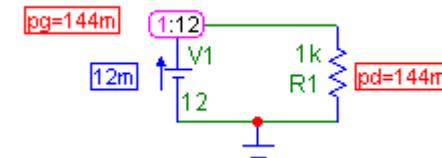
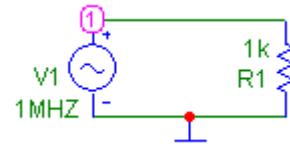

Рис. 2.1
Рис. 2.3
2.4.4. В MicroCAP постройте на экране простейшую модель, показанную на рис. 2.1 с источником постоянного напряжения 12 В и сопротивлением 1 кОм. Выберите режим «Расчет по постоянному току», выведите результаты моделирования напряжения, тока и мощности. Проведите расчет этих величин на основе закона Ома, сравните результаты.
2.4.6. Установите в цепи рис. 2.1 напряжение источника V1 равным  $\sqrt{G \cdot N}$  В и сопротивление R1=100·(1,2+sin(N+G)) Ом.
2.4.8. В программе MicroCAP установите в цепи рис. 2.1 источник гармонического напряжения, как показано на рис. 2.3. Установите амплитуду колебаний  $A = 1$  В и выберите модель источника с частотой  $F = 1$  МГц.
2.4.9. Задайте в модели цепи рис. 2.3 амплитуду источника напряжения  $V1$   $A = \sqrt{G \cdot N}$  В, частоту колебаний  $F = (20 \cdot G + 10 \cdot N)$  кГц и сопротивление
2.5.3. В пакете MicroCAP соберите модель с гармоническим источником, показанную на рис. 2.3 при указанных для него параметрах  $A=1$  и  $F=1$  МГц. Установите начальную фазу РН колебаний равной